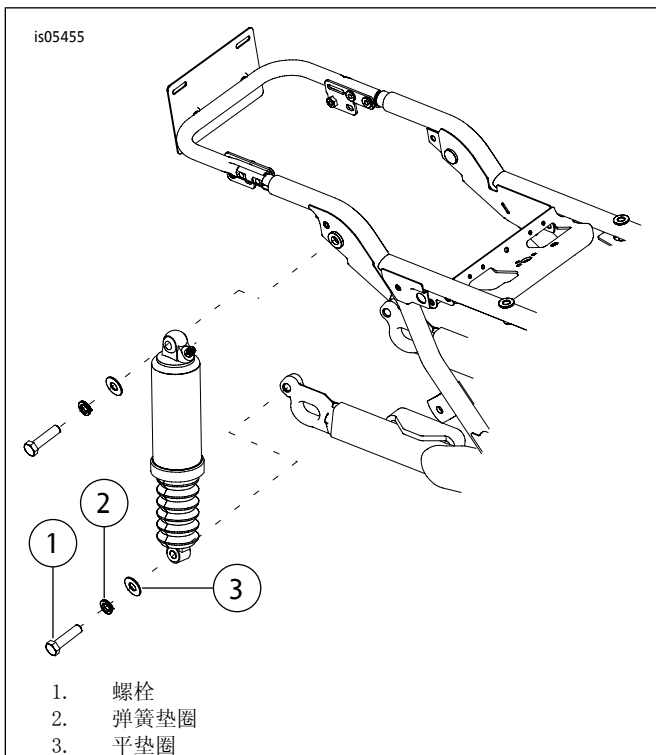

图3。拆卸后减震器
- 参见图3。从减震器上拆下下部安装螺栓(1)、弹簧垫圈(2)和平垫圈(3)。